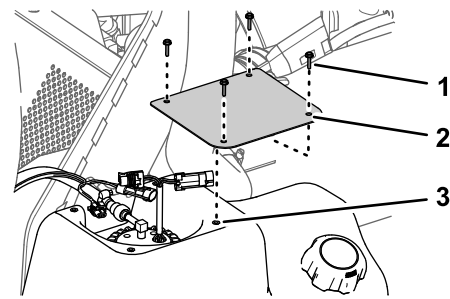

Figura 89
1. Encaixe a cobertura no depósito (Figura 89) com os 4 parafusos (n. 10 x ¾ pol. ) que removeu no passo 2 de Remoção da tampa da bomba de combustível (página 66).